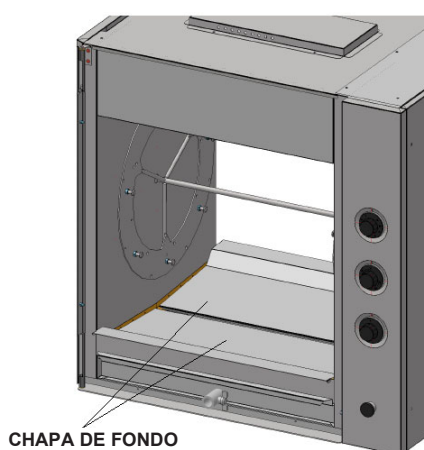

Figura 2.2
- Coloque las chapas de fondo en la sección de asado (ver figura 2.2).